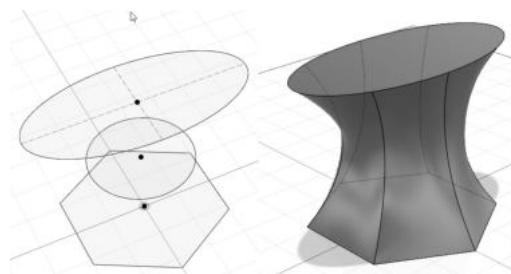

Abb. 1.30: Skizzen in verschiedenen Ebenen und ERHEBUNG
- ERHEBUNG – Diese Funktion verbindet mehrere Profile zu einem Volumenkörper (Abbildung 1.30).